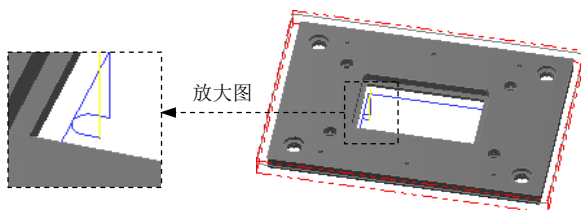

图 2.38 刀具路径
Step6. 单击“2D 刀具路径-外形”对话框中的 按钮，完成参数设置，此时系统将自动生成图 2.38 所示的刀具路径。